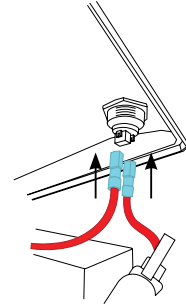

Fig. 6
- 5.** Vuelva a conectar los dos cables rojos al interruptor de botón (FIG. 6). La polaridad no es importante (no importa qué cable se conecta a qué conexión del interruptor).